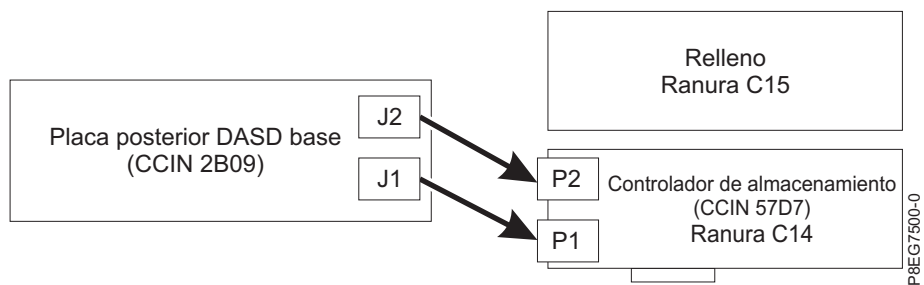

Figura 5. Reconexión del cable SAS en una configuración de almacenamiento base
- Si tiene un adaptador interno PCIe3 x8 SAS RAID (CCIN 57D7) en la ranura P1-C14 (característica de almacenamiento base), un cable SAS conecta el conector de la placa posterior de la unidad de disco inferior (J1) con el conector P1 del adaptador. El segundo cable SAS conecta el conector de la placa posterior de la unidad de disco superior (J2) con el conector P2 del mismo adaptador. Consulte Figura 5.